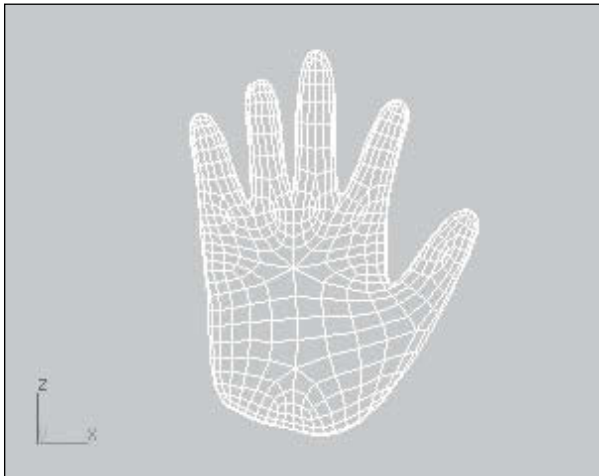

Fig.2.90
- 8 Pour lisser l'ensemble, sélectionnez **Liss.maillage** dans la liste des modificateurs et entrez le paramètre 1 ou 2 dans le champ **Itérations**. Une première ébauche de la main est ainsi obtenue (fig.2.90).